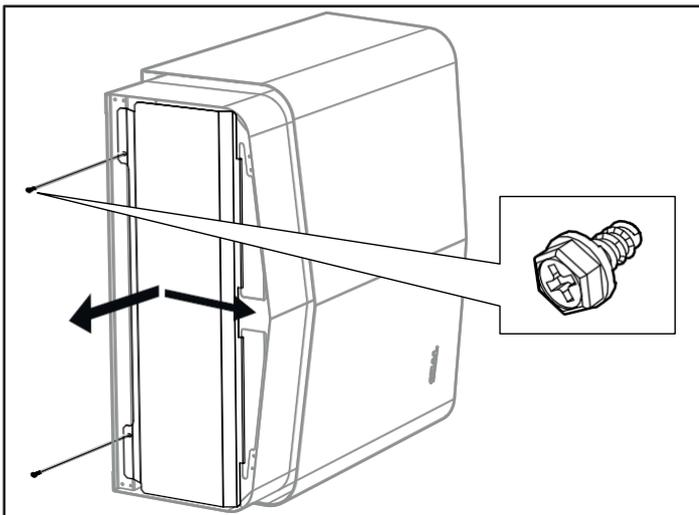

Figura 9: Apertura/chiusura del coperchio
1. Allentare le viti e aprire il coperchio (vedere Figura 9).
4. Chiudere il coperchio e serrare le viti (vedere Figura 9).